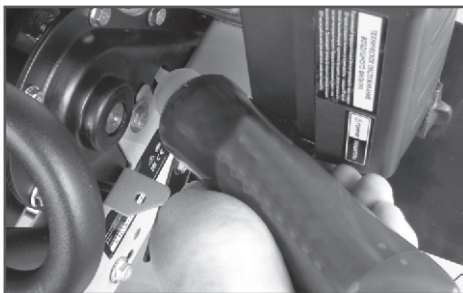

Рис. 23 Добавление смазки в редуктор
3. Через отверстие в корпусе редуктора добавьте в редуктор около 50 г смазки BRAIT® (Рис. 23).